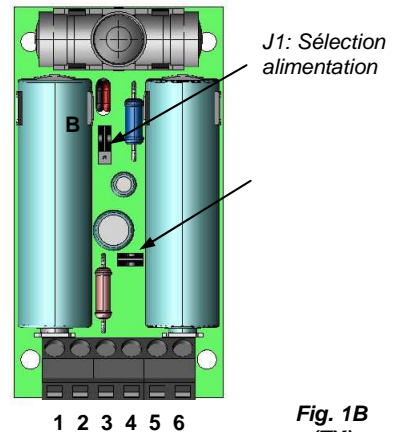

Fig. 1B (TX)
- Effectuer les connexions comme indiqué dans les paragraphes précédents et sélectionner l'alimentation de l'émetteur au moyen du cavalier prévu à cet effet (J1, Fig. 1B):
- Relier au bornier prévu à cet effet (bornes 3 et 4, Fig. 1B) le contact de la barre palpeuse ou de la sécurité extérieure à l'émetteur. **Si cette option n'est pas utilisée, ponter les bornes 3 et 4.**
- Relier au bornier prévu à cet effet (bornes 5 et 6, Fig. 1B) le contact de la barre palpeuse résistive 8K2 extérieure à l'émetteur. **Si cette option n'est pas utilisée, NE PAS ponter les bornes 5 et 6.**